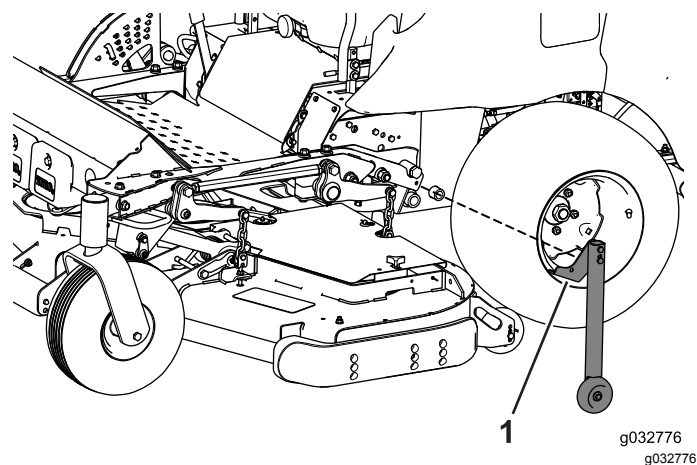

図 129
1. 夏用フレームの左右それぞれの側にあるコンバージョン用ローラを取り外す図 129。